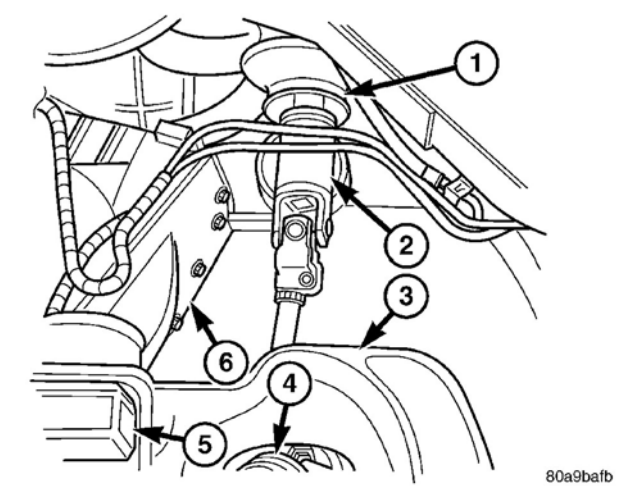

图 10 转向联结
(5) 将联结转向管柱联轴器与转向机轴的铆接螺栓拆下（图 10）。